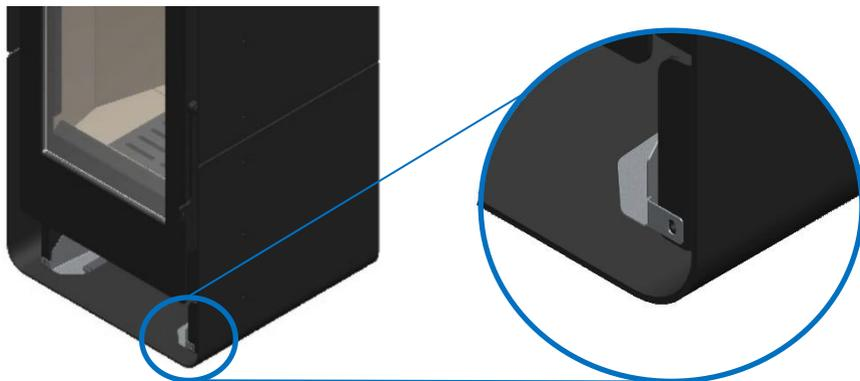

Figura 39 - Fijación del kit de ventilación a la estufa Tek Round Eco
* A continuación, coloque el kit de ventilación en el equipo, haciendo coincidir su orificio con el de la estufa, Figura 39;